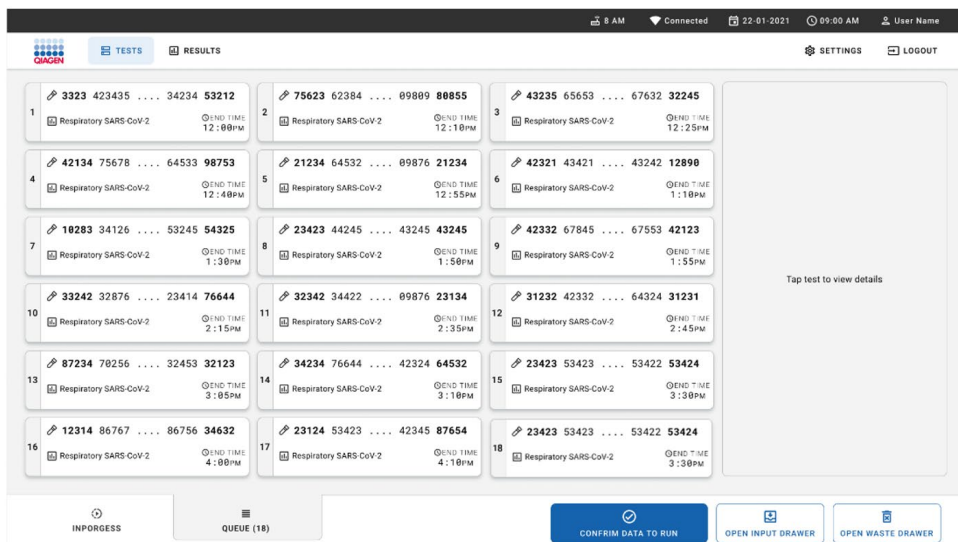

Figure 30. Écran de file d'attente des échantillons.
15. Après un balayage réussi, la file d'attente s'affiche (figure 30). Examinez les données présentées. En cas d'erreur, appuyez sur le bouton **OPEN INPUT DRAWER** (Ouvrir le tiroir d'entrée), retirez la cartouche concernée et procédez à un nouveau balayage de la cartouche en suivant les étapes 10-13.